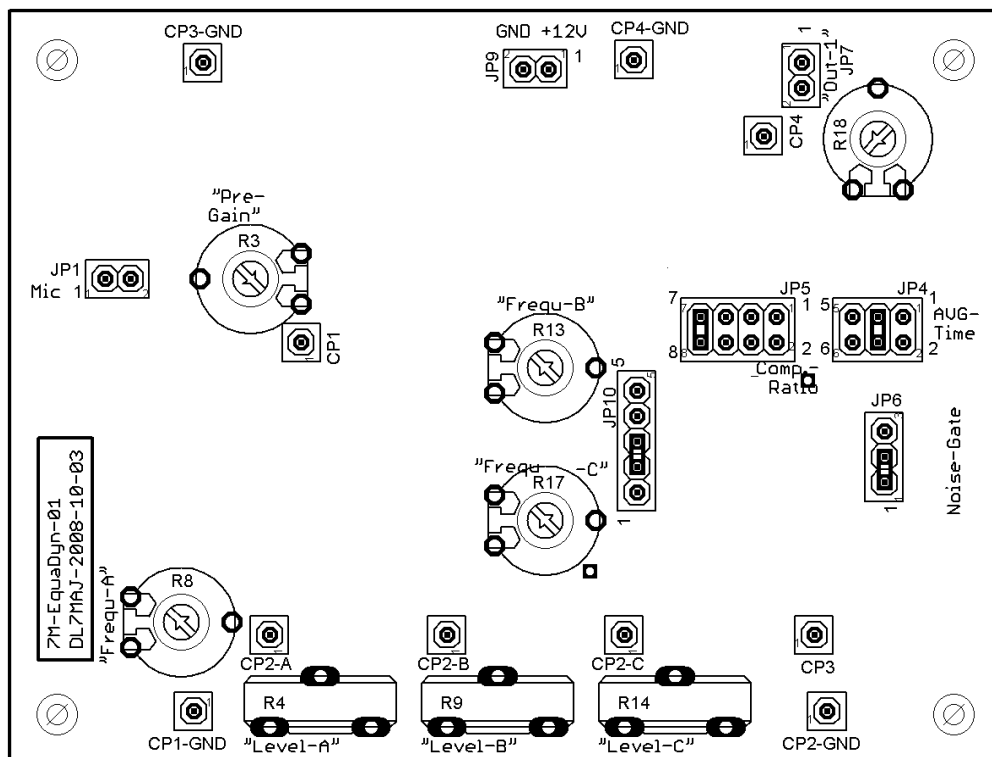

Bild 10 Lage der Abgleich- und Testpunkte
2. Jumper nach Bild 10 stecken, JP2 und JP3 ohne Jumper.
Die Abgleich- und Testpunkte sind in Bild 10 dargestellt.
4. Jumper JP4, JP5, JP6 und JP10 nach Bild 10 stecken; JP2 und JP3 ohne Jumper